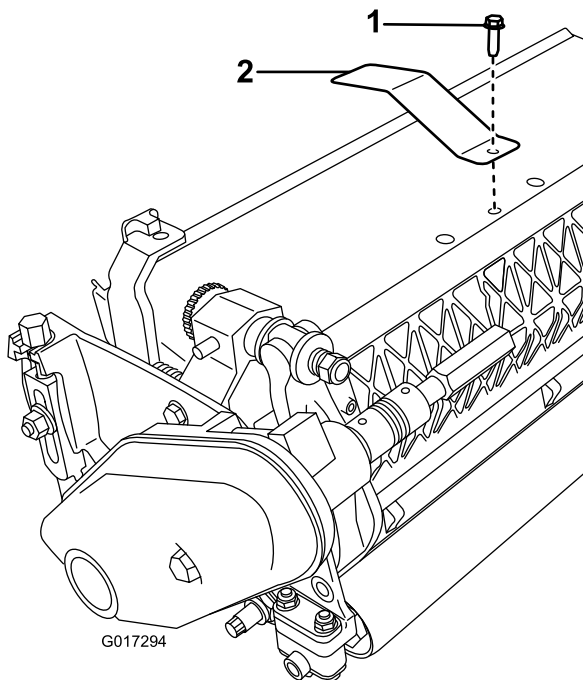

Bild 3
2. Entfernen Sie die mittlere Schraube am Grasschutzblech (Bild 3).
3. Befestigen Sie die Zielplatte mit der vorher entfernten Schraube oben am Mähwerk (Bild 3).